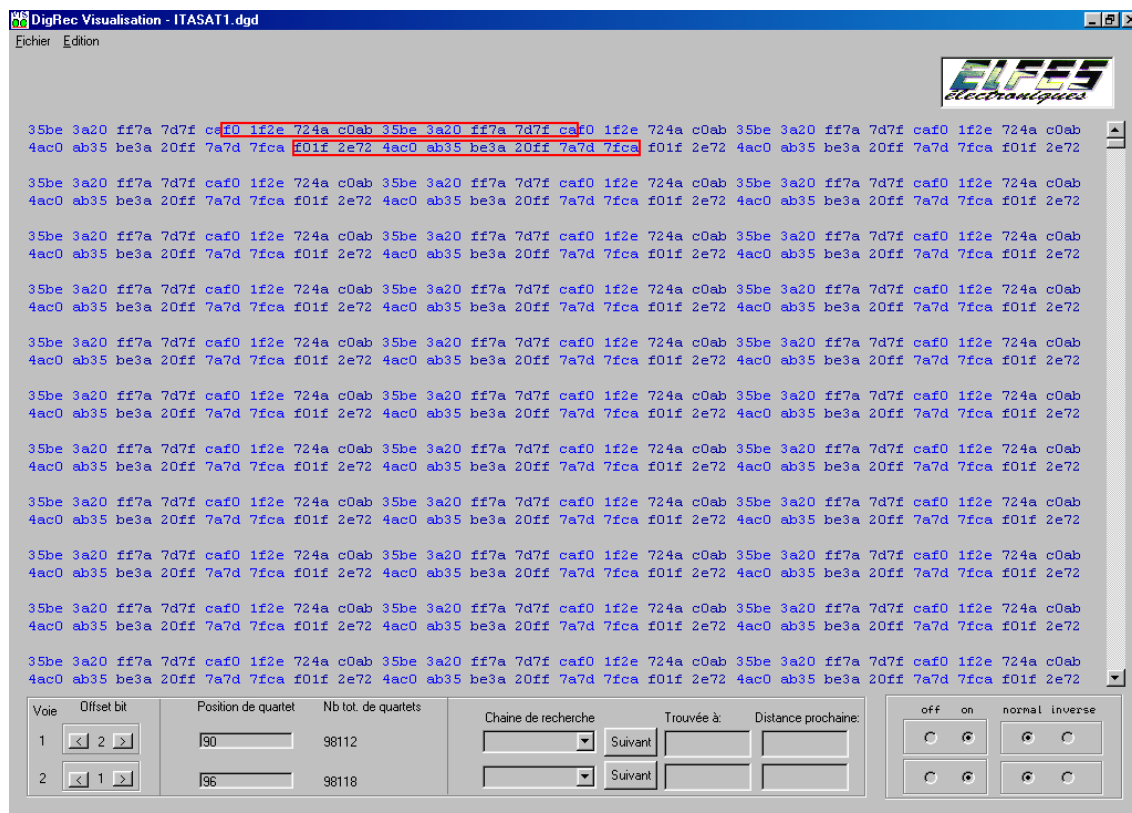

Fig. 63. Dados recebidos em ambas as vias da placa PCI de registro de dados.
A leitura das vias 1 e 2 se inicia com o comando *Enregistrer*, e então pode-se visualizar os dados recebidos por ambas as vias através do comando *Visualiser*. Por fim, a Fig. 63 mostra a tela do *DigRec Recorder* com os dados recebidos:
Neste caso, os dados são apresentados em pares de linhas, onde as linhas superiores mostram a aquisição dos dados através da “Via 1”, e as linhas inferiores mostram a aquisição dos dados através da “Via 2”. É importante ressaltar que em ambas as vias a aquisição dos dados pode se iniciar em qualquer instante de tempo, fato pelo qual o programa oferece a função de rotação de bits para a esquerda/direita (*Offset bit*) até que se encontre a sequência em sua posição desejada - apresentada no formato hexadecimal. Pode-se observar na Fig. 63 que os dados enviados para o transmissor (Via 1) foram demodulados corretamente pelo receptor de telemetria (Via 2), com isso, validando o funcionamento da placa de registro de dados, do software *DigRec Recorder*, e principalmente da cadeia de telemetria (TM).